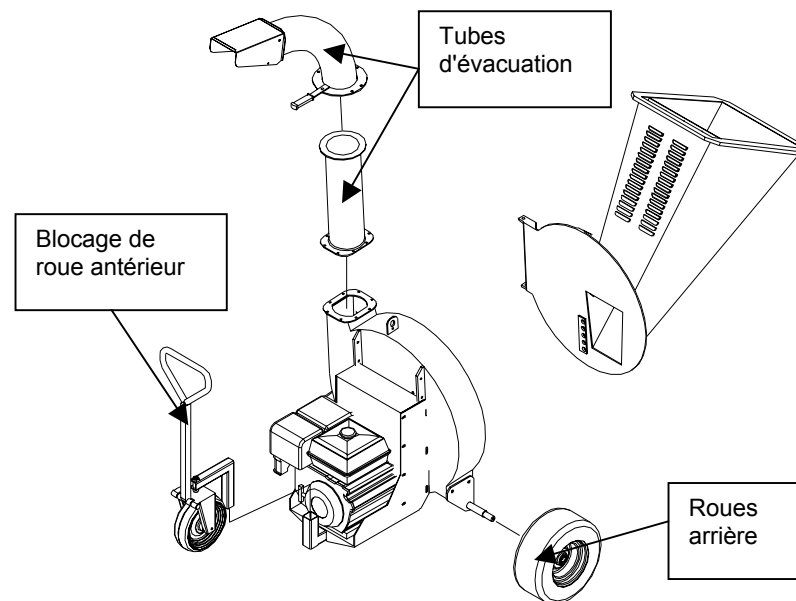

Fig. 4
- introduire le blocage de roue antérieur dans son logement en vissant la vis de blocage (fig. 4)
- monter les deux roues arrière sur l'essieu et visser les vis de blocage (fig. 4)
- monter les tubes d'évacuation en les bloquant à l'aide des vis (fig. 4)